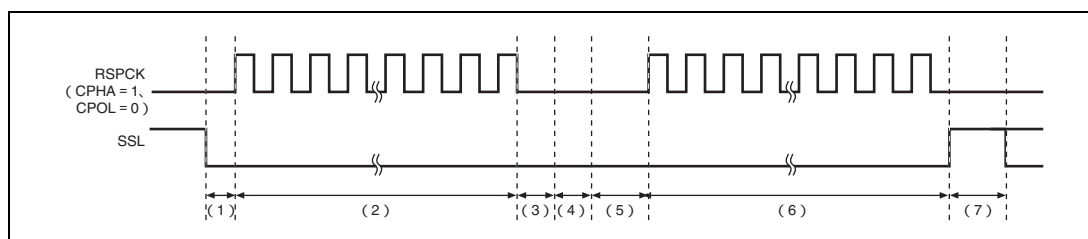

図 16.16 SSLKP ビットを利用したパースト転送動作の例
SSLKP ビットに 1 を設定した SPCMD での SSL 信号出力設定と、次転送で使用する SPCMD での SSL 信号出力設定が異なる場合、本モジュールは次転送のコマンドに対応した SSL 信号のアサート時 (図 16.16 の (5)) に SSL 信号状態を切り替えます。このような SSL 信号の切り替えが発生した場合、MISO をドライブするスレーブが競合して信号レベルの衝突が発生する可能性があるので注意してください。